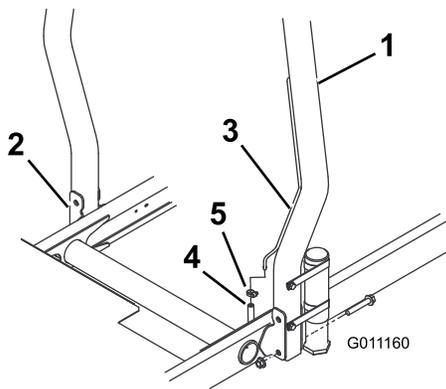

图12
- 将翻车保护杆放低到主机安装架上对齐安装孔。确保翻车保护杆上的排气管位于机器的左侧图12。
2. 用 2 个凸缘头螺栓和锁紧螺母将翻车保护杆的两侧固定到安装架上图12。上紧紧固件扭矩至 81N·m。